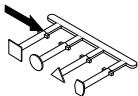

Fig. 1
1. Schleifeinsätze an der Sollbruchstelle (Pfeil) vom Trägermaterial trennen (Fig. 1).